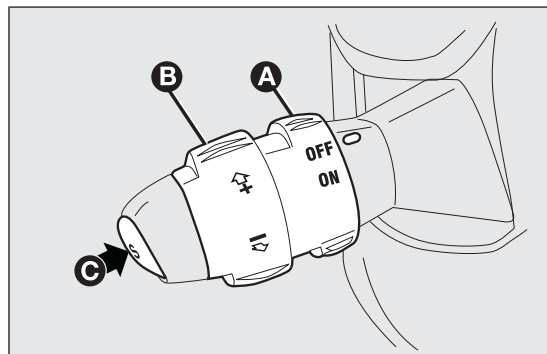

fig. 56
Ruotare la ghiera A fig. 56 in posizione ON.
- ☐ ruotare la ghiera A fig. 56 su ON e premendo il pedale dell'acceleratore portare la vettura alla velocità desiderata;
- ☐ premere il pulsante C fig. 56.
- ☐ ruotando momentaneamente la ghiera B fig. 56 su (+).
- ☐ mantenendo ruotata la ghiera B fig. 56 su (–) fino al raggiungimento della nuova velocità che resterà automaticamente memorizzata.
Ruotare la ghiera A fig. 56 su OFF o la chiave di avviamento in posizione STOP. Il dispositivo viene inoltre automaticamente disinserito in uno dei seguenti casi:
In caso di funzionamento difettoso od avaria del dispositivo, ruotare la ghiera A fig. 56 su OFF e rivolgersi alla Rete Assistenziale Fiat dopo aver verificato l'integrità del fusibile di protezione.